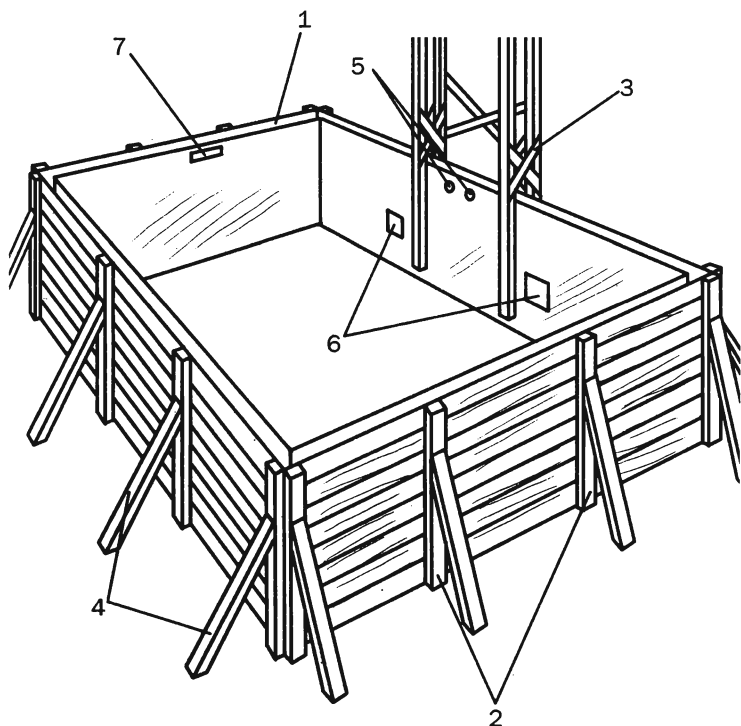

Рис. 34. Двусторонняя опалубка для бетонного бассейна:
*Этап IV.* Если промежуток между арматурой и почвенным слоем незначительный, для выполнения стен из монолитного железобетона применяют одностороннюю опалубку. Если же величина зазора превышает 150 мм, ставят двустороннюю опалубку (рис. 34).